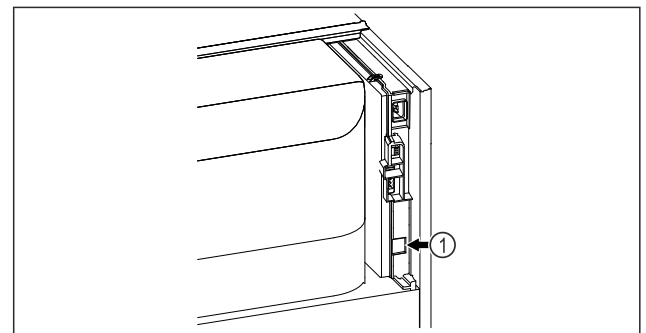

Fig. 86
- SmartModule Fig. 86 (1) ir ievietots.